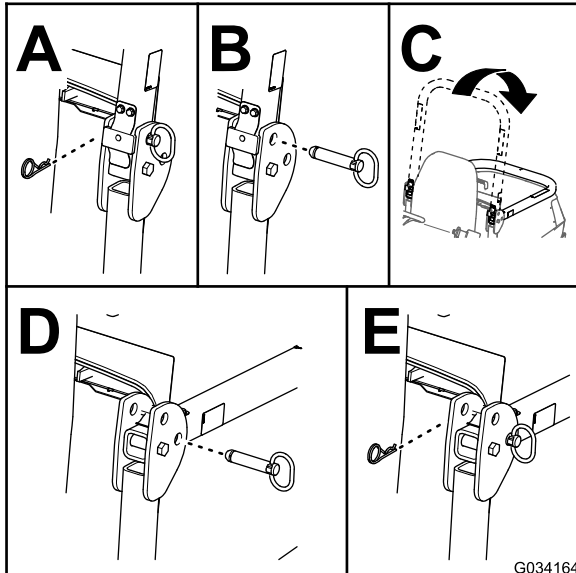

Figure 27
2. Retirez les goupilles fendues et les axes de l'arceau de sécurité (Figure 27).
3. Abaissez l'arceau de sécurité et fixez-le en position avec les axes et les goupilles fendues (Figure 27).